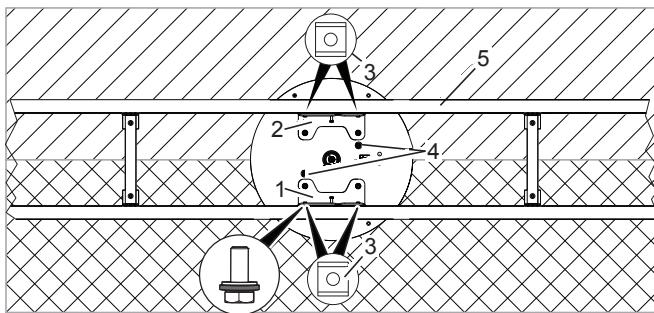

Рис. 56 Выравнивание ходовых гаек
4. Выровнять ходовые гайки (рис. 56/3) относительно углового кронштейна (рис. 56/1 + 2), как показано на рис. 56.
5. Затянуть крепежные винты вручную в ходовых гайках (рис. 56/3) (набор винтов 34053301150).
10. Вручную затянуть крепежные винты привода в ходовых гайках (рис. 56/3).